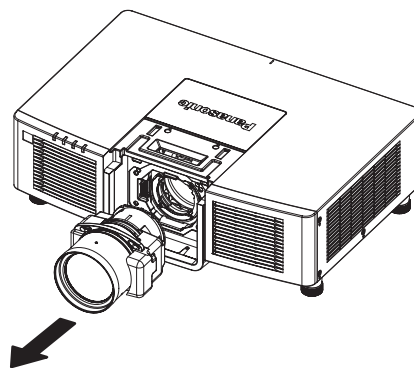

Abb. 4
- 4) Richten Sie die Markierung am Projektionsobjektiv (rot) an der vorstehenden Markierung am Projektor aus und setzen Sie das Projektionsobjektiv vollständig ein. (Abb. 4)**
- 4) **Nehmen Sie das Projektionsobjektiv ab. (Abb. 4)**